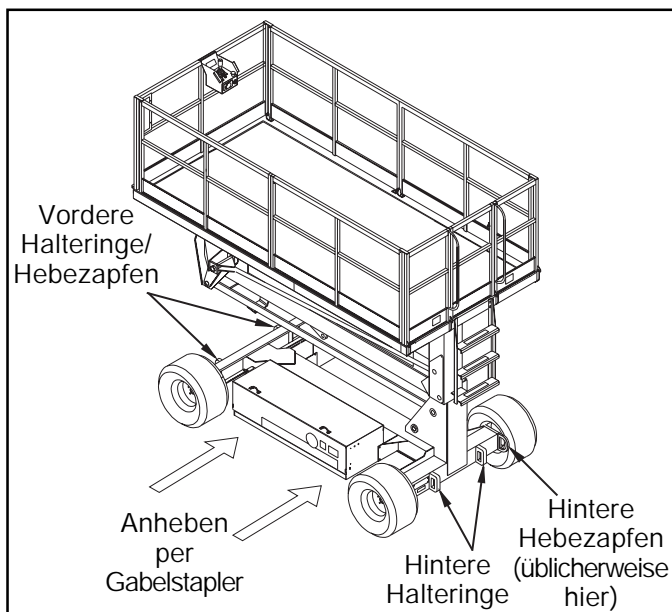

Bild 5: Transport der Gelenk-Hubbühne
Heben Sie die Maschine von der Seite des Fahrwerks, indem Sie sie mit der Gabel unter den Fahrwerkmodulen anheben (Bild 5).
1. Sichern Sie die Haltebänder nur an den Fahrwerk-Hebezapfen (Bild 5).
2. Befestigen Sie die Gelenk-Hubbühne mit Ketten oder Haltebändern mit angemessener Zugleistung an dem Transportfahrzeug, indem Sie sie durch die Halteringe am Fahrzeug ziehen (Bild 5).